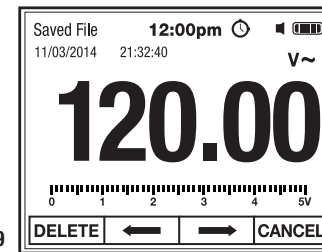

Fig. 19
4. Utilice los botones F2 \leftrightarrow y F3 \leftrightarrow (Fig. 19) para seleccionar otros archivos guardados como se muestra en el paso 2.
5. Pulse el botón de función F1 **DELETE** para borrar un Archivo Guardado (Fig. 19).
6. Pulse el botón de función F4 **CANCEL** para volver a Mediciones sin borrar (Fig. 19).